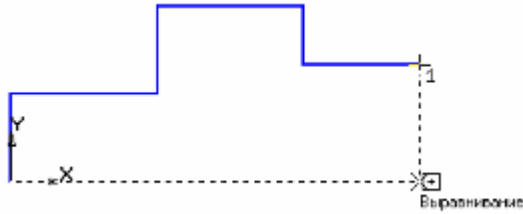

Рис. 1.16. Ввод отрезков
2. Активизируйте команду **Непрерывный ввод объектов**. Установите курсор в начало координат. Начальная точка зафиксирована. В данном случае проще строить, установив шаг курсора равный 5 (т.к. все линейные размеры кратны 5). Переместите вверх курсор 3 раза (15 мм), вправо 6 раз (30 мм), вверх 3 раза (15 мм), вправо 5 раз (25 мм), вниз 2 раза (10 мм), вправо 5 раз (25 мм); щелчком правой кнопки включите локальные привязки и выберите привязку **Выравнивание**, проведите линию вниз, рис. 1.16. Прервите команду.